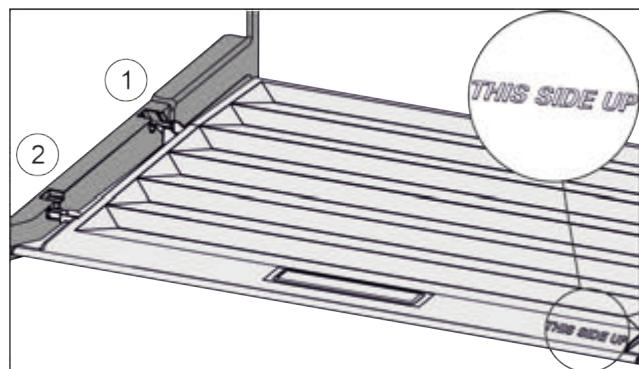

Fig. 68
- Вставити поперечні ребра через отвір заднього тримача Fig. 68 (1) і зафіксувати спереду у тримачі Fig. 68 (2).